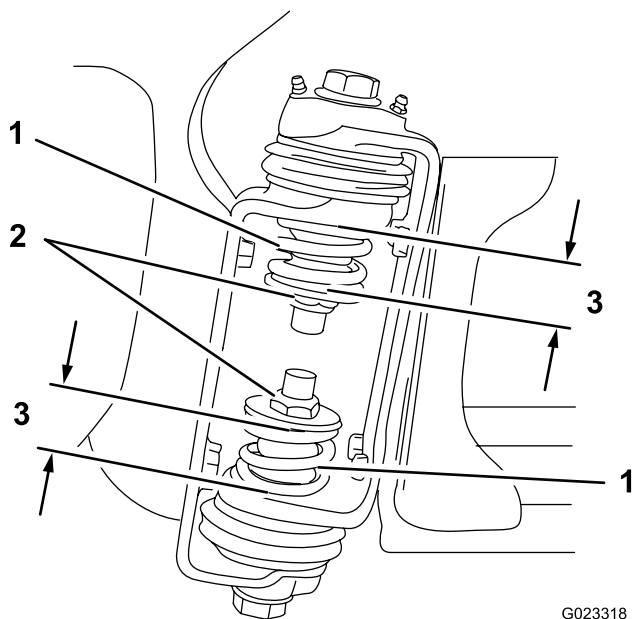

Figure 16
2. À la charnière de rampe, mesurez la compression des ressorts supérieur et inférieur quand les rampes sont déployées (Figure 16).